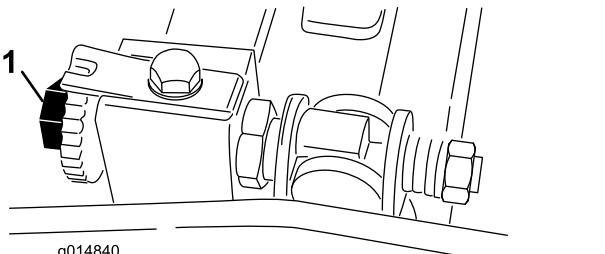

図 47
3. カッティングユニットの右端から数えて1番目と2番目の下刃ねじの間でリール刃と下刃とを交差させる図47。
- シムを左右に滑らせながら、シムに軽い圧迫シムが挟まれる感じを感じるまで、右側のベッドバー調整ねじを回す図47。